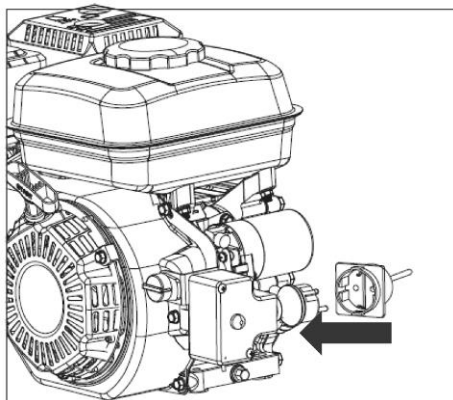

Рис. 28
2. Затем подключите машину к источнику электропитания 220 В. (рис. 28)